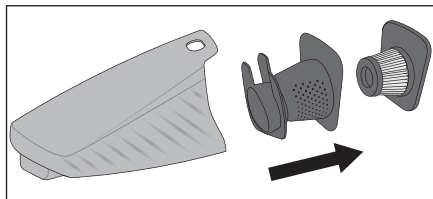

Bild 4
- 3) Dra sedan först ut HEPA-filtret **5** och därefter grovfiltret **6** ur smutsbehållaren **7** (bild 4). Banka ur båda delarna över t ex en sophink. Vid behov kan du spola av HEPA-filtret **5** med rent vatten. Låt det därefter lufttorka tills det är helt torrt.